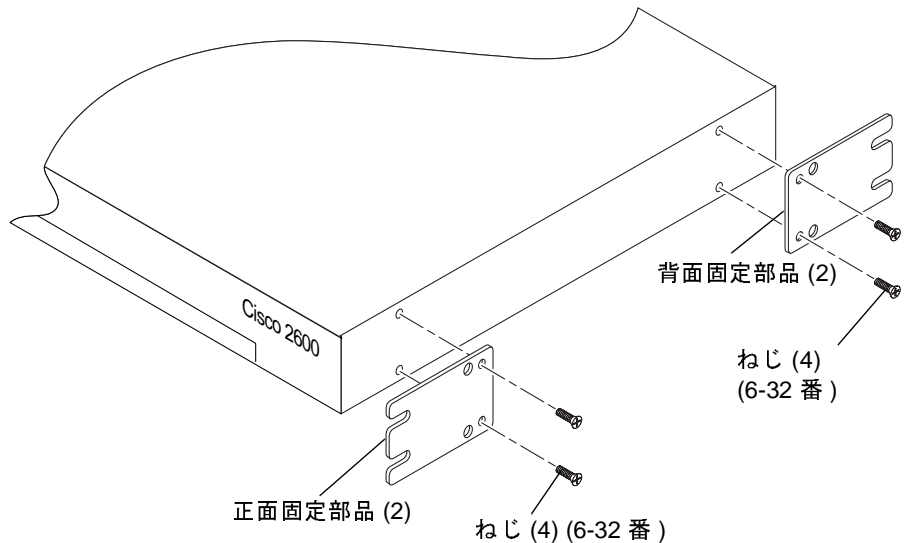

図 8 アクセスサーバーの固定部品の取り外しと取り付け
7. プラスのねじ回し (Phillips の 2 番) を使用して、正面と背面の固定部品を固定している 2 つのねじをアクセスサーバーから取り外します (図 8)。
2. プラスのねじ回し (Phillips の 2 番) を使用して、2 つのねじで正面と背面の固定部品をアクセスサーバーに固定します (図 8)。